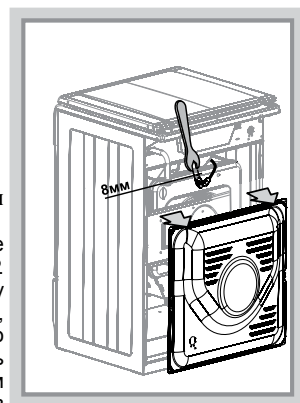

Рис. 19
- при помощи ключа выкрутить и заменить сопло (рис. 19)